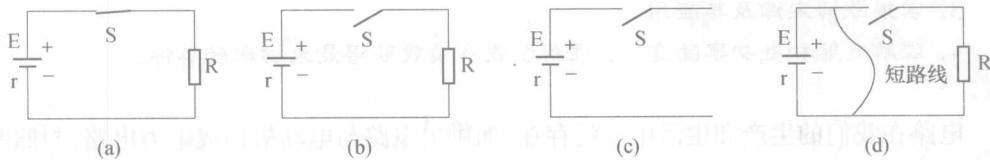

图 1-3 电路的状态
电路通常有通路、开路、短路三种工作状态,如图 1-3 所示。
(1) 通路状态,也称工作状态或带负载状态或闭路状态。如图 1-3(a)所示,电路中开关闭合,电源与负载连成闭合回路,电路中有电流流过。
(2) 开路状态,也称断路状态。如图 1-3(b)、(c)所示,电路开关断开或电路某处断开,电路中没有电流流过。
(3) 短路状态,即电路中的电源或电路的某部分被导体短接,如图 1-3(d)所示。电源被短路时,电源中的电流很大,负载中没有电流通过,有可能烧坏电源或引发事故,这种现象是不允许出现的。电路中部分电路短路时,被短路的部分电路中没有电流通过,电路的总电流增大,可能损坏部分元件。